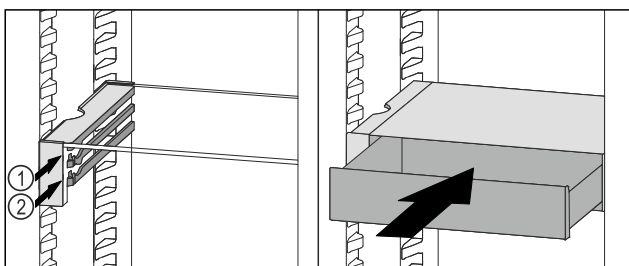

Fig. 54
- ▶ Placer le tiroir VarioSafe derrière les butées sur la nervure désirée Fig. 54 (1) ou Fig. 54 (2).